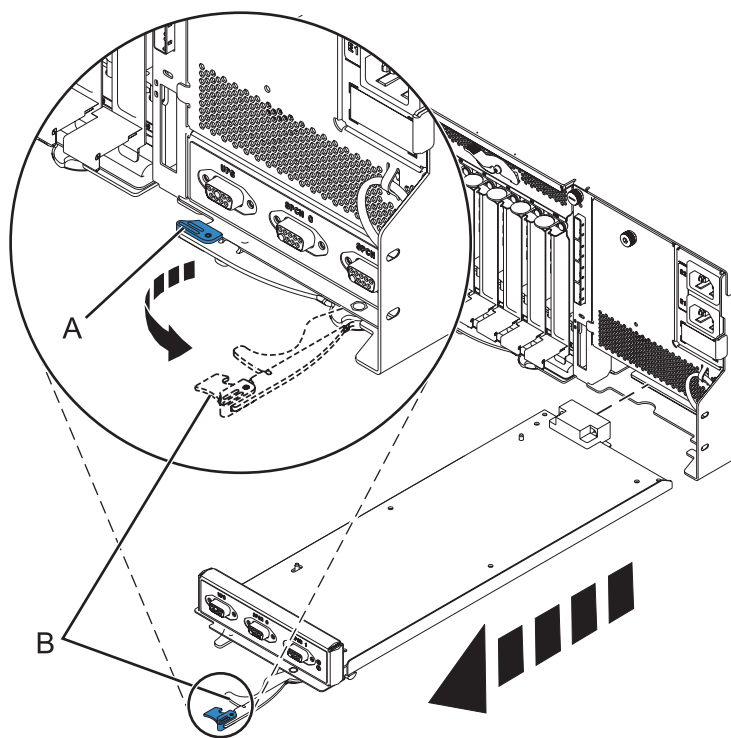

Figura 86. Extracción del controlador de gestión de alojamientos
- b. Apriete con ambos dedos el mecanismo de cierre (A) para desbloquear el asa (B). Consulte Figura 86 en la página 131.